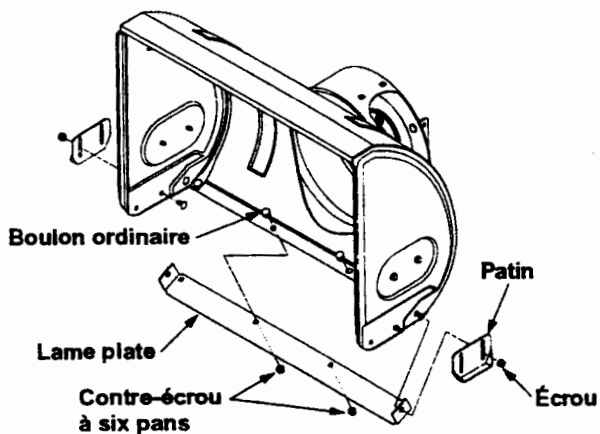

Figure 16
1. Après avoir enlevé les deux patins, enlevez les quatre boulons ordinaires, et contre-écrous à six pans qui la maintiennent sur l'habitacle de la souffeuse. Voir la Figure 16.